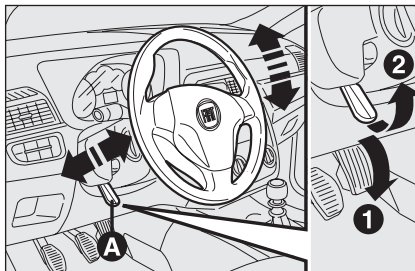

fig. 33
- débloquer le levier **A**-fig. 33 en le poussant vers l'avant (position 1);